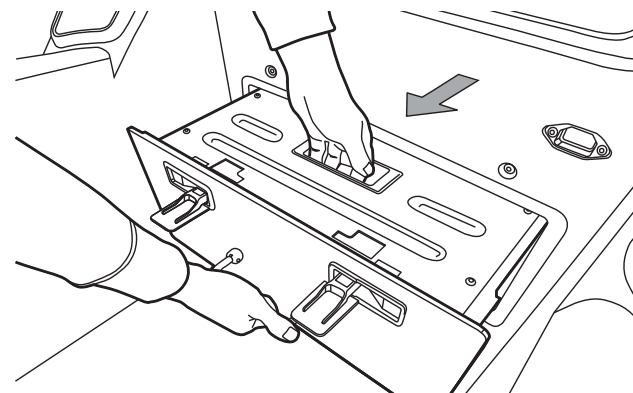

図 38: バッテリーモジュールをスライドさせて SE-3 Patroller から取り出す
4. バッテリーモジュールのフロントハンドルとトップハンドルの両方をつかみます (図 38)。バッテリーモジュールを最後までスライドさせて取り出します。